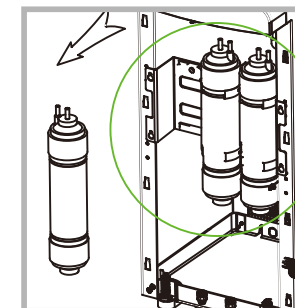

Fig 9
- d. Saque el filtro del soporte del filtro (Fig 9).
- b. Vuelva a colocar el filtro en el soporte del filtro (siga la dirección opuesta de la Fig 9)